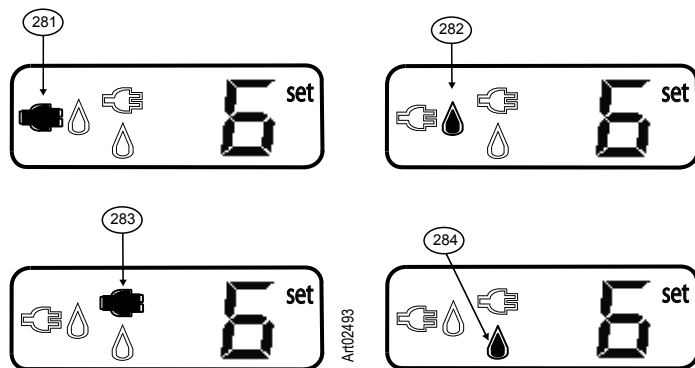

Fig. 13: Indicadores de modo
- Si hay disponibilidad de CA, los controles del refrigerador seleccionan CA como la fuente de energía; se activa el indicador de CA del modo Auto [281] (fig. 13).